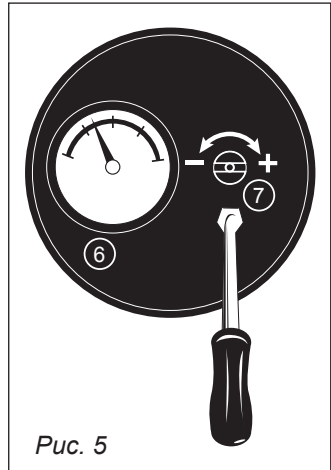

Рис. 5
6. Регулятор давления воздуха – установка необходимого давления воздуха на форсунке (см. п.7 рис. 5).
7. Манометр – отображает установленное давление воздуха на форсунке (см. п.7 рис. 5).
пушки смотрите в *таблице 1*. Для повышения выходного давления заворачивайте регулировочный винт с помощью плоской отвертки, для уменьшения давления выворачивайте (*рис. 5*). Если при заворачивании регулировочного винта показания давления на изменяются, необходимо обратиться в сервисный центр для диагностики и ремонта воздушного компрессора.